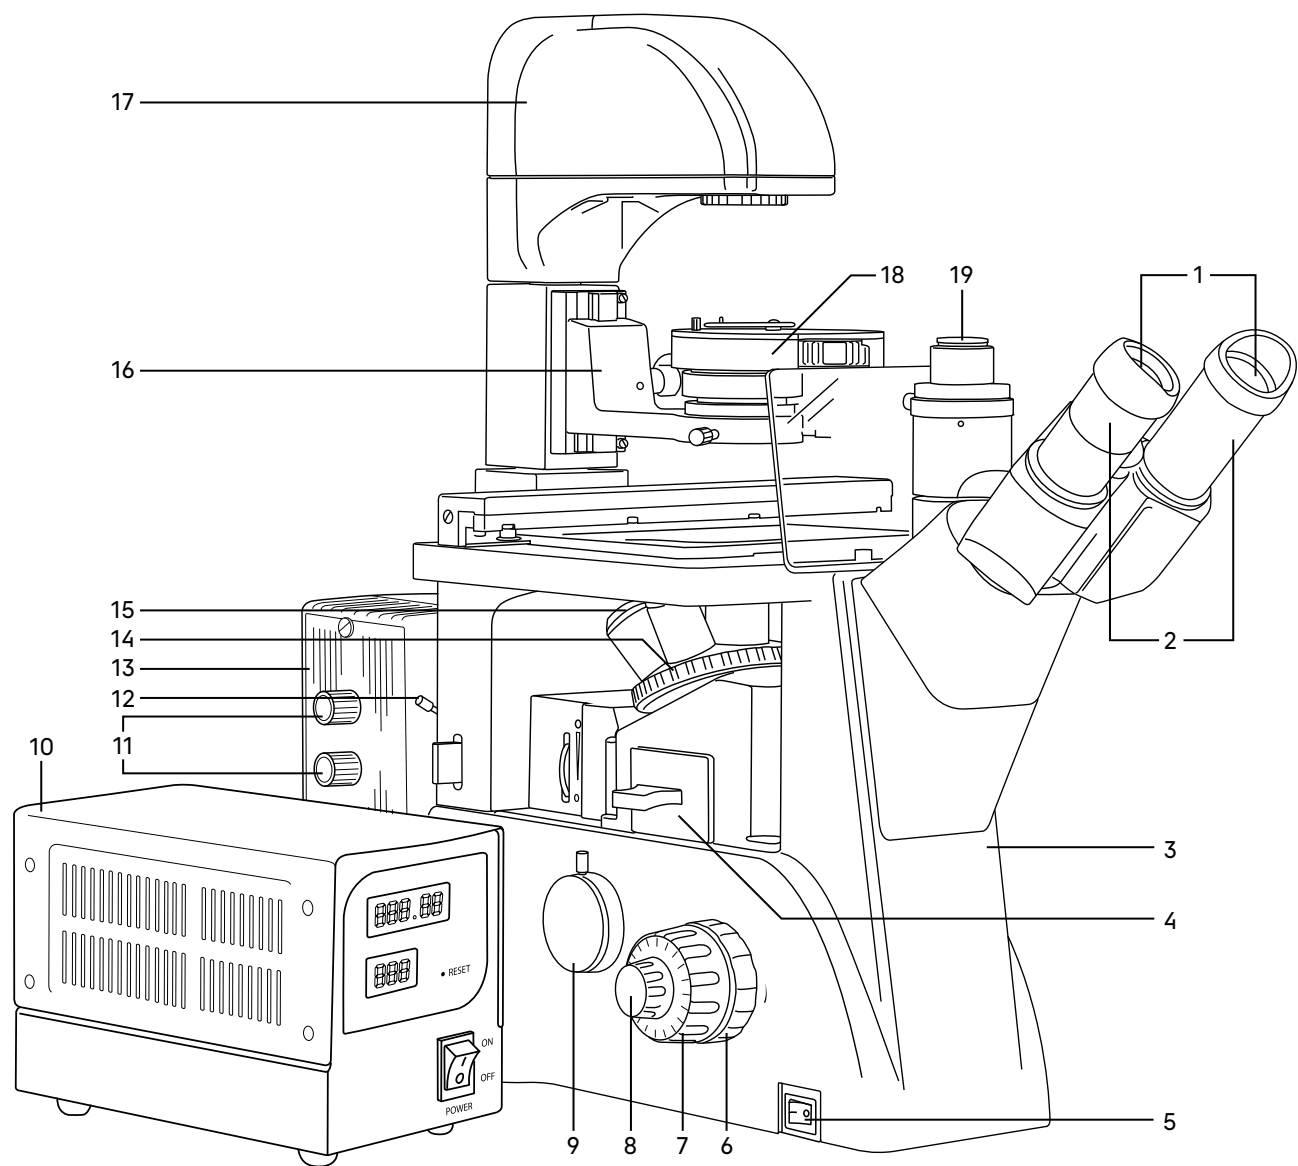
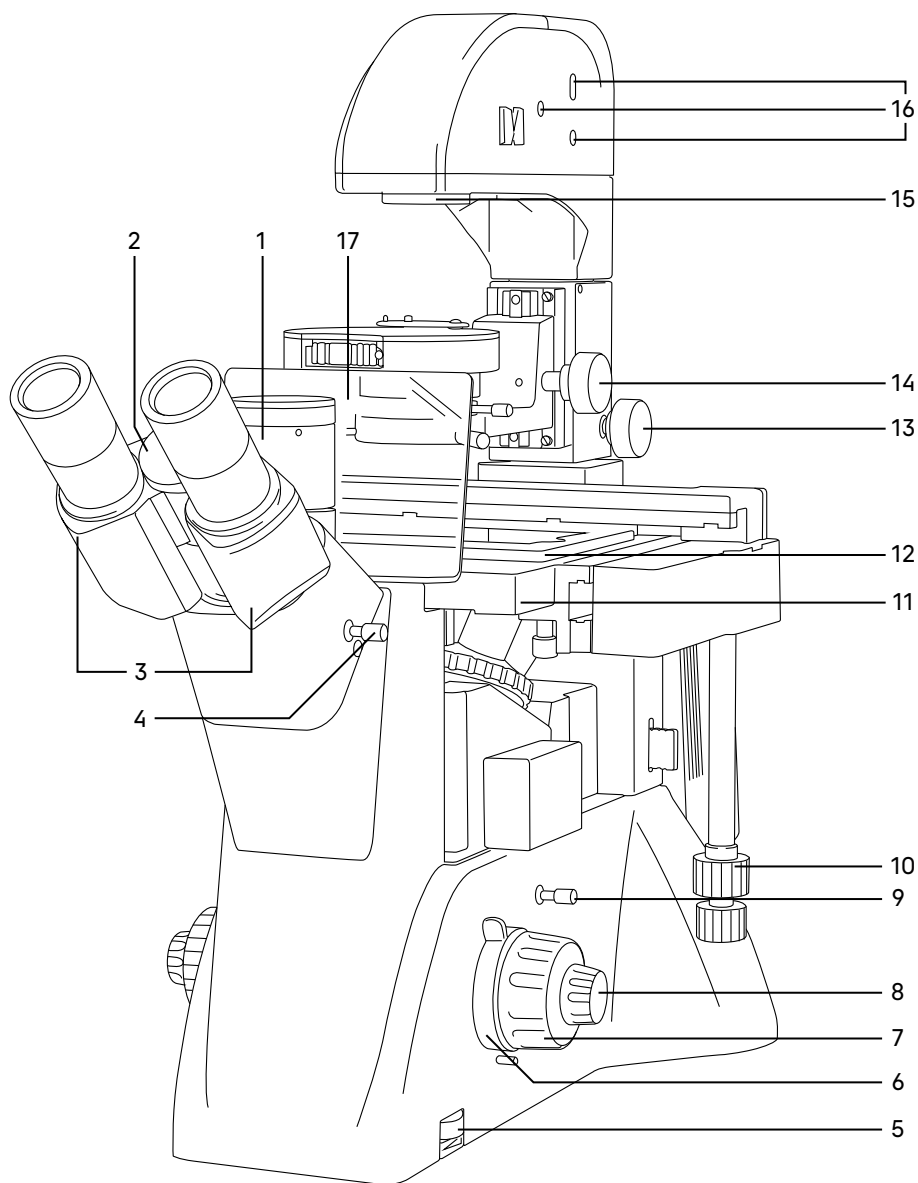

Рис. 1. Микроскоп MAGUS Lum V500. Вид слева
Рис. 2. Микроскоп MAGUS Lum V500. Вид справа
Общий вид микроскопа представлен на рис. 1 и 2.
- револьвер 14 (рис. 1) с объективами;
- предметный столик 11 (рис. 2);
- кронштейн конденсора 16 (рис. 1);
- осветитель 17 (рис. 1);
- визуальная насадка 3 (рис. 2);
- фонарь ртутной лампы 13 (рис. 1).
На левой боковой поверхности штатива расположен выключатель 5 (рис. 1) сетевого напряжения. В положении «←» включается, а в положении «0» выключается сетевое напряжение.
На правой боковой поверхности штатива расположен диск 5 (рис. 2) для регулировки напряжения питания источника света.
На левой боковой поверхности штатива расположен канал визуализации 9 (рис. 1) для установки камеры. Микроскоп укомплектован адаптером C-mount, который устанавливается в этот канал и закрепляется в нем винтом. На адаптер устанавливается камера. Камера служит для вывода изображения на экран компьютера или монитор/телевизор.
Фокусировка на объект осуществляется перемещением по высоте револьверного устройства с объективами. Грубая фокусировка производится вращением коаксиальных рукояток 7 (рис. 1, 2), расположенных по обеим сторонам штатива.
Тонкая фокусировка производится вращением рукояток 8 (рис. 1, 2), расположенных по обеим сторонам штатива. Тонкая фокусировка требуется для более точного фокусирования на объект и для подфокусировки микроскопа на резкость изображения при смене объективов и препаратов.
Механизм регулировки жесткости хода грубой фокусировки 6 (рис. 1) – кольцо между штативом и рукояткой грубой фокусировки с левой стороны. С помощью кольца регулируется жесткость хода грубой фокусировки так, чтобы жесткость была комфортной для пользователя, но при этом револьвер с объективами не опускался самопроизвольно во время работы.
Рукоятка блокировки грубой фокусировки 6 (рис. 2) расположена с правой стороны. После завершения грубой фокусировки рекомендуется перевести рычаг в крайнее положение в направлении по часовой стрелке. Таким образом закрепится положение грубой фокусировки для быстрой рефокусировки после смены препарата.
Тринокулярная визуальная насадка обеспечивает визуальное наблюдение изображения объекта. Насадка закреплена на штативе 3 (рис. 1). В гнездо насадки устанавливается блок окулярных тубусов и закрепляется винтом. При установке повернуть тубусы 3 (рис. 2) вверх или вниз для удобства наблюдения в зависимости от роста пользователя.
Изменение межзрачкового расстояния в насадке осуществляется разворотом окулярных тубусов 2 (рис. 2) в пределах 48–75 мм. Значение расстояния, установленного в соответствии с глазной базой наблюдателя, отсчитывается по шкале 2 (рис. 2) на насадке.
В вертикальный тубус 1 (рис. 2) корпуса визуальной насадки (канал визуализации) с помощью переходника C-mount 19 (рис. 1) устанавливается система визуализации с монитором. Переключение светового потока на вертикальный тубус производится рукояткой 4 (рис. 2). Рукоятка имеет два положения: 100/0 и 50/50.
В комплект микроскопа входят окуляры 2 (рис. 1). Окуляры имеют высокое положение выходного зрачка и предназначены для работы как в очках, так и без них.
Револьверное устройство 14 (рис. 1) обеспечивает установку шести объективов. Смена объективов производится вращением револьверного устройства за конусную рифленую поверхность до фиксированного положения.
Объективы 15 (рис. 1) рассчитаны на механическую длину тубуса «бесконечность». Парфокальная высота объективов составляет 45 мм, линейное поле зрения в плоскости изображения – 22 мм. Объективы длиннофокусные, рассчитаны на посуду с толщиной дна 1,2 мм.
Осветитель 17 (рис. 1) неподвижно закреплен на штативе микроскопа. Источник света – галогенная лампа 12 В/30 Вт юстируется относительно оптической оси и линзы коллектора тремя винтами 16 (рис. 2). В осветителе закреплен коллектор с полевой диафрагмой, которая регулируется в зависимости от увеличения объектива, введенного в оптическую ось.
Важная часть осветительной системы – конденсорное устройство. Кронштейн конденсора 16 (рис. 1) закреплен на штативе. Перемещение осуществляется ручкой 14 (рис. 2). В кронштейн установлено конденсорное устройство 18 (рис. 1). Тип крепления «под винт». Конденсор может быть использован для наблюдения по методу светлого поля и фазового контраста. Во вращающемся диске находятся кольцевые диафрагмы для работы с фазовыми объективами 10x, 20x, 40x и свободное отверстие для пропускания всего пучка света. Смена кольцевых диафрагм производится вращением диска за накатанную часть до фиксации. В окне кожуха конденсора появляется цифра, соответствующая увеличению применяемого фазового объектива, цифра «0» соответствует свободному отверстию. Под вращающимся диском расположена ирисовая диафрагма, которая позволяет настроить определенную апертуру для работы с объективами светлого поля. Для достижения большей контрастности можно воспользоваться светофильтрами, входящими в комплект микроскопа. Светофильтры устанавливаются в откидную оправу конденсора.
При работе с высокой посудой конденсорное устройство можно вывести из оптической оси. Ручка 13 (рис. 2) служит для фиксации устройства.
Предметный столик 11 (рис. 2) закреплен неподвижно на штативе. К столику прикреплено устройство, которое обеспечивает перемещение объекта в двух взаимно перпендикулярных направлениях. Перемещение осуществляется с помощью рукояток 10 (рис. 2), расположенных на одной оси.